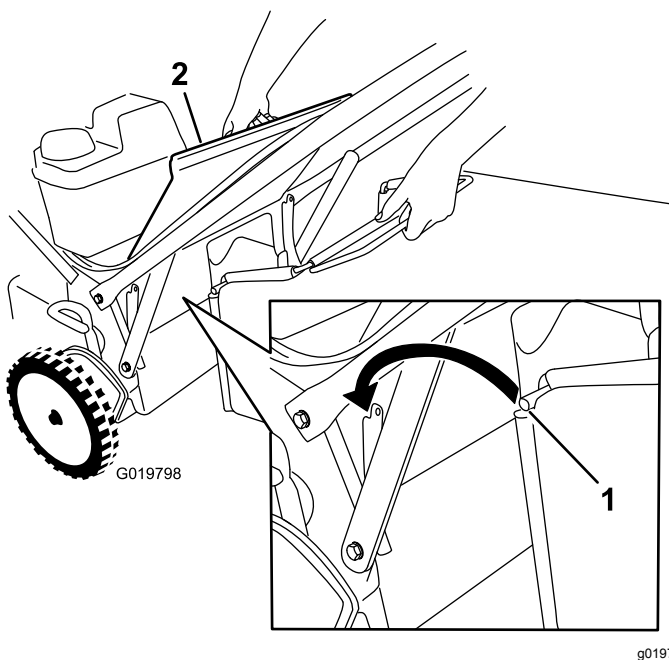

Figura 23
1. Sollevate il deflettore posteriore e tenetelo sollevato (Figura 23).
3. Installate l'asta del cesto nelle tacche alla base della maniglia e spostate il cesto avanti e indietro per accertare che l'asta sia posizionata in fondo a entrambe le tacche; vedere Figura 23.